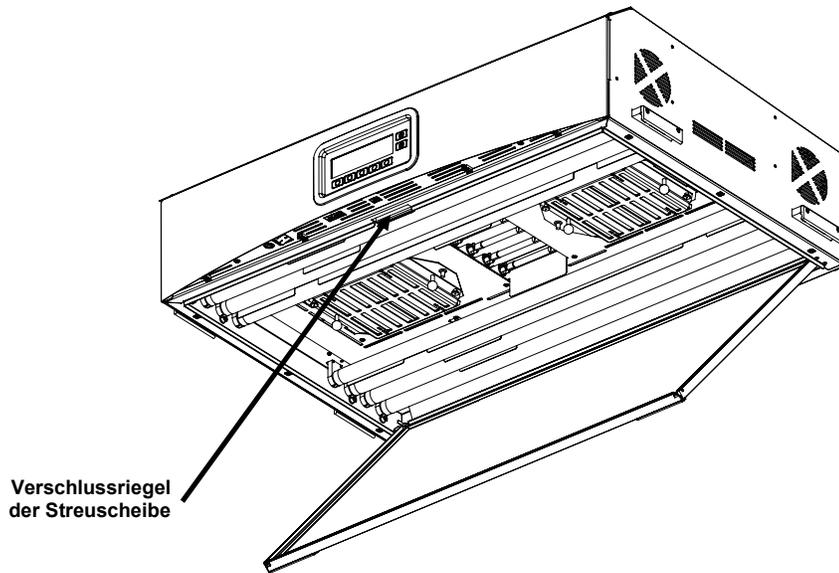

Abb. 10. Installation der Streuscheibe im Leuchtkörper
7. Drehen Sie die Streuscheibe in die geschlossene Position, und sichern Sie sie mit dem Verschlussriegel. Siehe auch Abbildung 10.